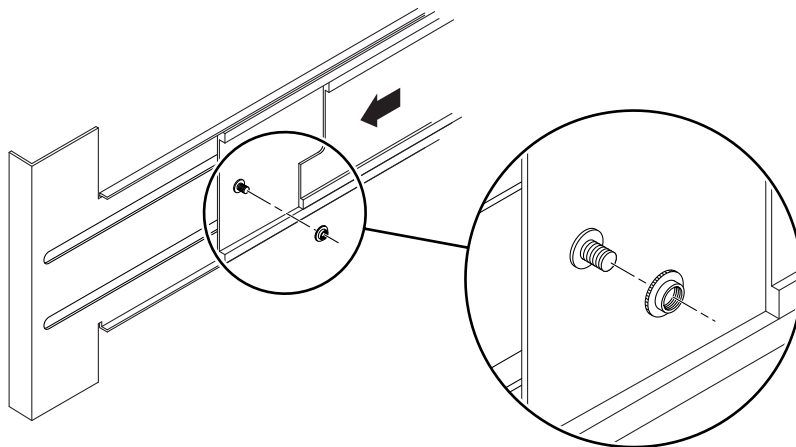

FIGURA 1-13 Introducción y fijación de los separadores de los rieles
3. Accediendo desde la parte posterior del sistema, introduzca los separadores suministrados en los tornillos correspondientes y asegúrelos (FIGURA 1-13).